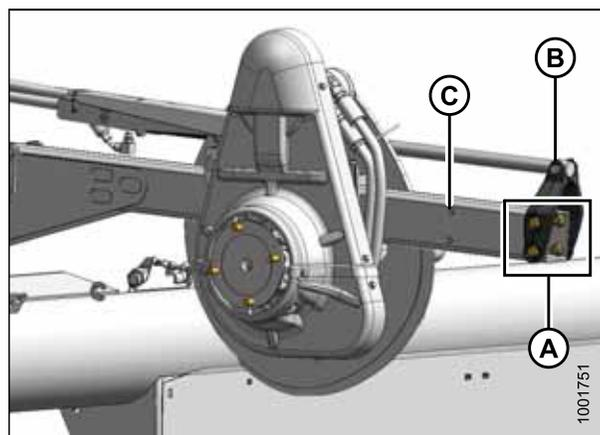

Рисунок 3.38: Переднее положение
3. Выверните четыре болта (A) крепления кронштейна цилиндра (B) к рычагу мотовила.
4. Установите мотовило так, чтобы кронштейн (B) совместился с отверстиями требуемого положения (C).
- Переднее положение, см. рис. 3.38, страница 73